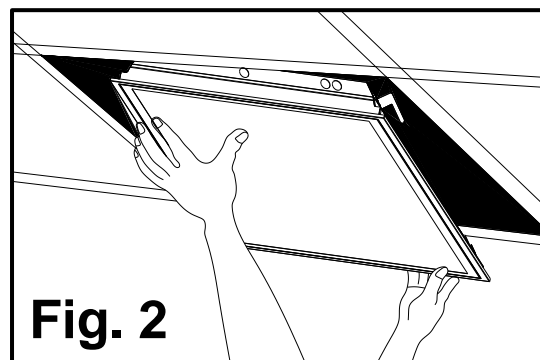

Fig. 2
5. Fermez la **porte** (n° 1) et placer le luminaire sur un 2 pi par 4 pi bar du T grille à l'endroit désiré [Fig. 2].